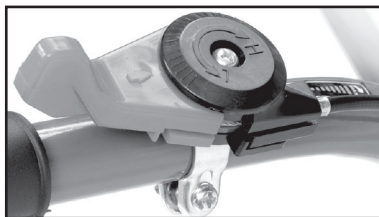

Рис. 13
- Плавно перевести рычаг дроссельной заслонки (рис.13) из положения «мин» (L) в положение «макс» (H) и начать движение.